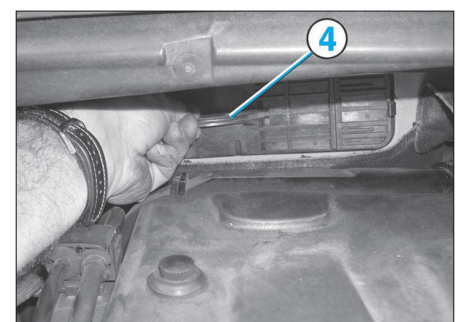

FIG. 6
- Abaisser l'insonorisant, puis le déposer en le retirant de ses attaches (3) (une de chaque côté du couvercle de filtre à air d'habitacle).
- Accéder au filtre en tirant sur la poignée (4) du couvercle (Fig.6).